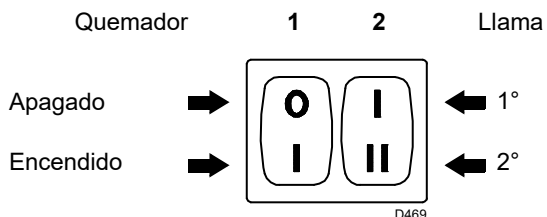
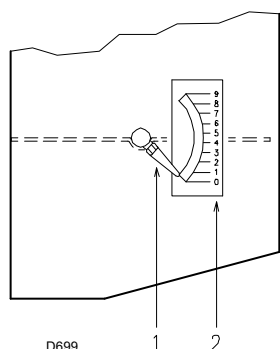
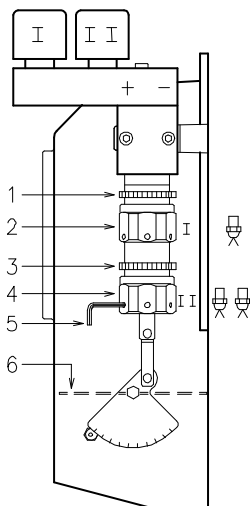

Fig. 22
Fig. 23
Fig. 24
- Poner en marcha el quemador cerrando los termostatos y con el interruptor 1 (Fig. 22 pág. 19) en la posición "MARCHA". La
- Cuando el gasóleo sale por el tornillo 3), es indicativo de que la bomba está cebada. Parar el quemador: interruptor 1) (Fig. 22 pág. 19). en posición "PARO" y apretar el tornillo 3).
Situar el interruptor 1) (Fig. 22) en la posición "MARCHA".
Mantener el quemador funcionando en 1ª llama, situando el interruptor 2) (Fig. 22) en la posición 1ª llama. La abertura del registro 6) (Fig. 24) debe ser proporcionada a la boquilla elegida: el índice 1) (Fig. 23) debe corresponder con la muesca 2) (Fig. 23) que se indica en la tabla (Tab. E) El reglaje se efectúa girando el hexágono 2) (Fig. 24):
Situar el n° posición 2,3 (Fig. 23) con el índice 1).
Cuando termina la regulación bloquear el exágono 2) (Fig. 24) con la contratuerca.
N° = Posición 2) (Fig. 23)
Situar el interruptor 2) (Fig. 22 pág. 19) en posición 2ª llama y regular el registro 6) (Fig. 24) actuando sobre el hexágono 4) (Fig. 24), después de haber aflojado la contratuerca 3) (Fig. 24)
para facilitar la regulación de los hexágonos 2) y 4) (Fig. 24), utilizar una llave hexagonal de 3 mm 5) (Fig. 24).